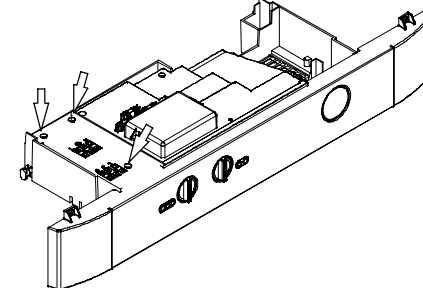

fig. 5.18
– Svitare le viti e rimuovere il coperchio copri morsetteria fig. 5.18